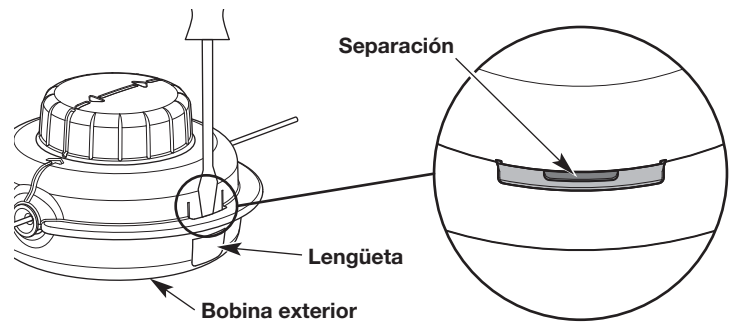

Fig. 4
- a. Presione con firmeza una lengüeta del cabezal de corte con su pulgar (Fig. 4). **NO** presione la lengüeta con un destornillador u otro objeto.
- b. Continúe presionando la lengüeta. Inserte un destornillador de cabeza plana dentro de la separación entre la bobina exterior y la lengüeta (Fig. 4).